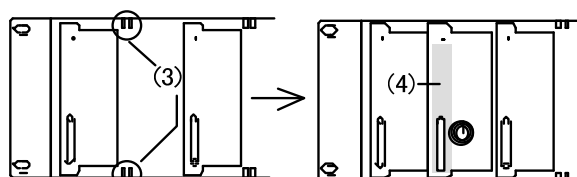

図 4-4 メインモジュールの挿入
- ・(3)のスリットに、メインモジュールの基板を滑り込ませます。(図 4-4)
・その際、図 4-4 の(4)の辺り(正面パネルの左側)を押すようにしてください。